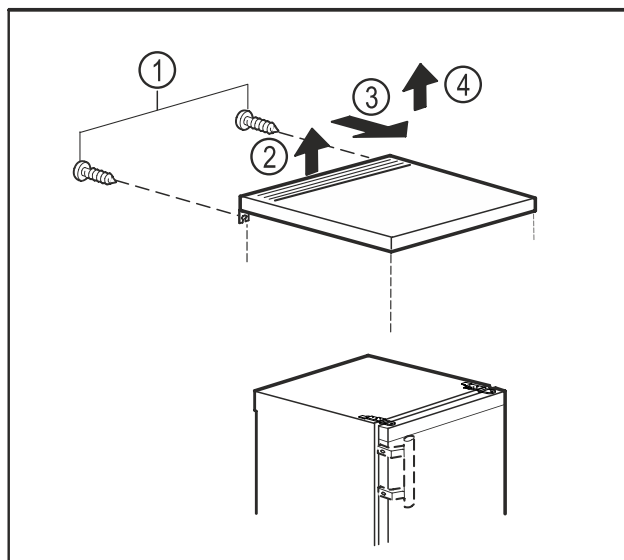

Fig. 10
- Izņemiet aizmugurē esošās skrūves. Fig. 10 (1)
- Paceliet galda plātni aizmugurē. Fig. 10 (2)
- Pabīdiet galda plātni uz priekšu. Fig. 10 (3)
- Noņemiet galda plātni virzienā uz augšu. Fig. 10 (4)